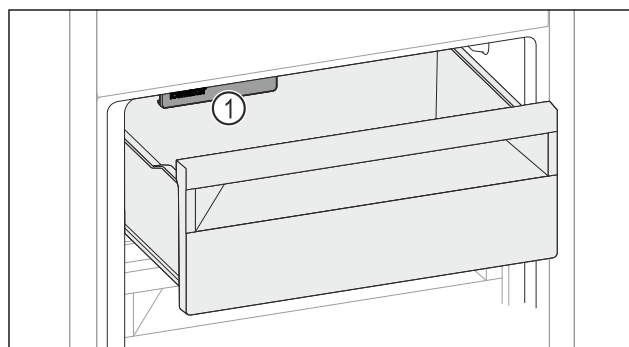

Fig. 49
- ▶ Vær opmærksom på IceMaker Fig. 49 (1).